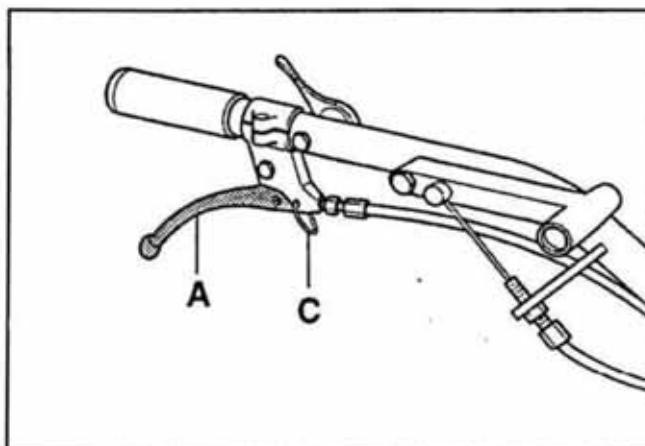

РИС. 48
- 7) Смонтируйте рычаг управления **A** (Рис.48). Установите его так, чтобы он блокировал перекрестный винт. Демонтируйте ручку.
- 9) Отрегулируйте управление, оперируя винтом остановки оболочки на рычаге управления **A** (Рис.48).
Для того, чтобы использовать тормоза в качестве парковочных, закрепите рычаг руля управления в открытой позиции, используя крючок С (Рис.48).